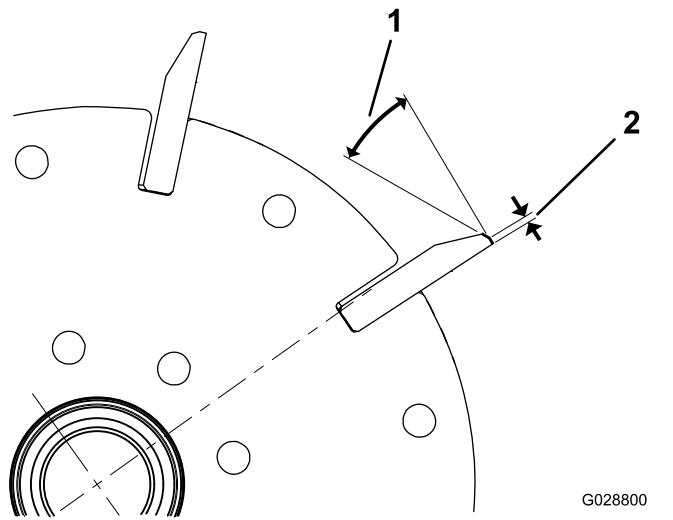
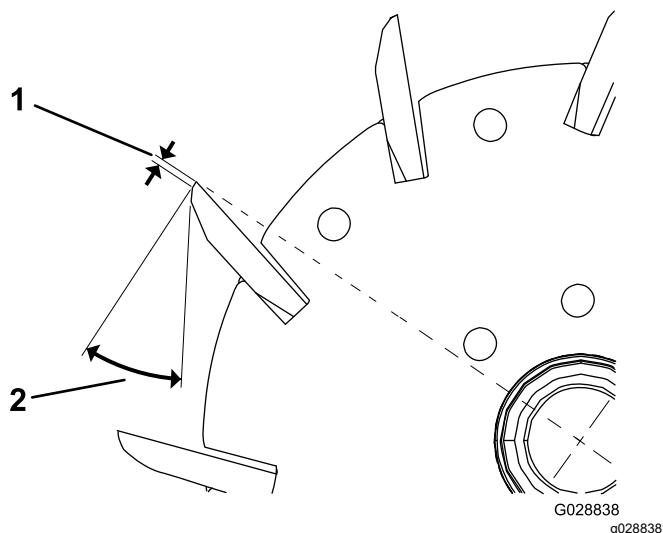

Figura 22
Figura 23
1. Aplique uma amolação de 30° em todas as lâminas do cilindro até a largura ser 1,3 mm (Figura 22 e Figura 23).